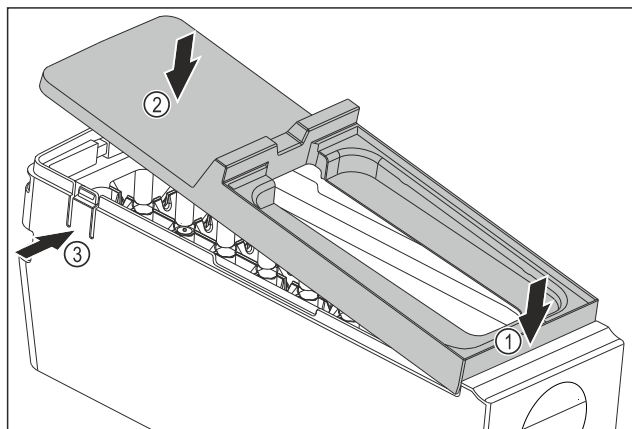

Fig. 180
- Monter le couvercle du corps de l'EasyTwist-Ice : Placer le couvercle à l'avant. Fig. 180 (1)
- Abaisser le couvercle à l'arrière. Fig. 180 (2)
- L'enclenchement du couvercle dans les deux languettes Fig. 180 (3) se fait entendre.